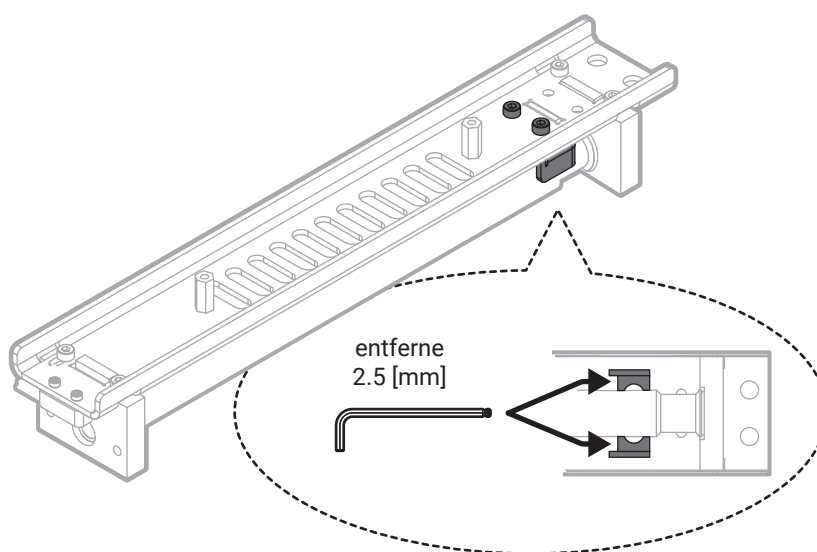

Abb. 9 Entfernen des Recoatersockels.
19. Indem Du den 2.5 mm Inbusschlüssel verwendest, löse beide Schrauben des Recoatersockels an der rechten Seite des Recoaters, dann nimm ihn heraus (Abb. 9).